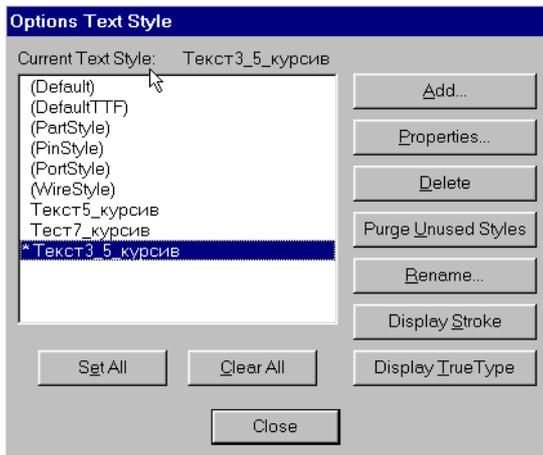

Рис. 4-13. Установка текущего стиля текста
Стили в списке стилей отмечаются символом «*» (звездочка) и его название указывается в строке *Current Text Style* в верхней части панели **Options Text Style** (см. рис. 4-13).
- 2) Отметьте щелчком левой кнопки мыши стиль *Текст3_5_курсив* в списке стилей на панели **Options Text Style** (рис. 4-13).